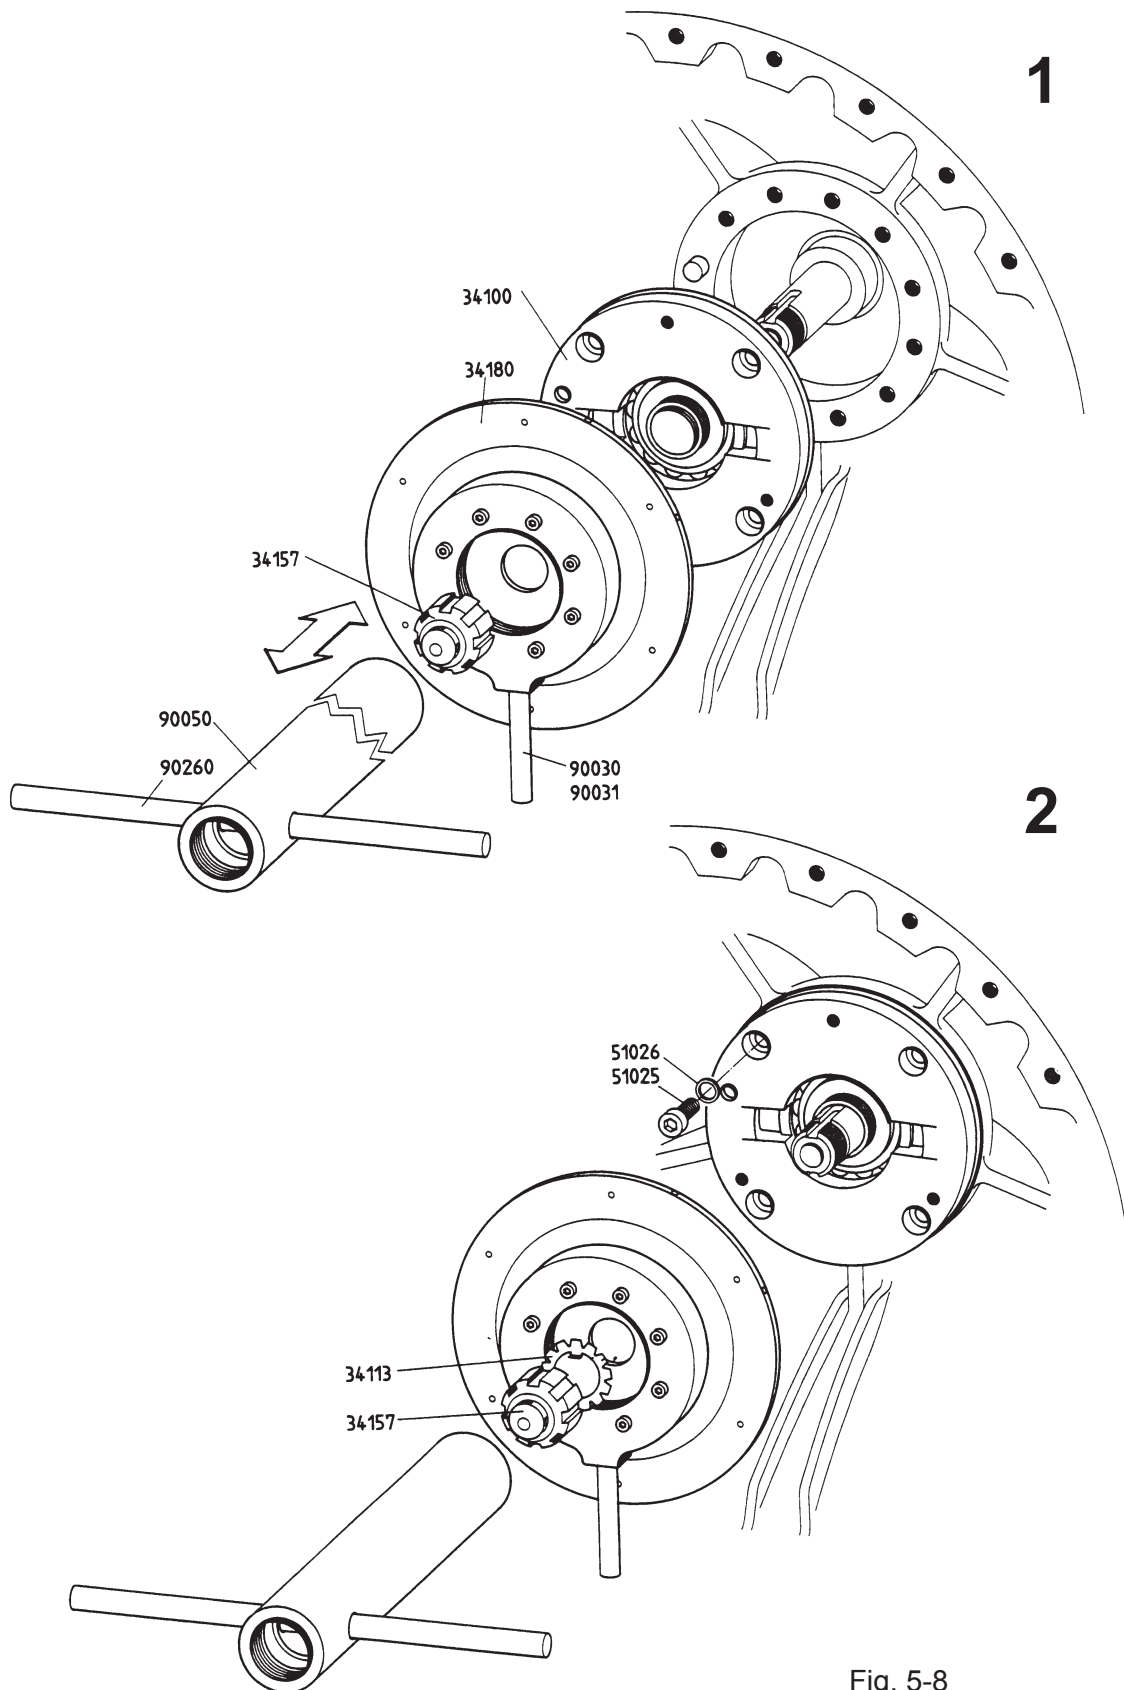

Fig. 5-8
- Lager (34100) - soweit wie möglich - von Hand einschieben (s. Fig. 5-8/1).
- Schmierrad (34180) und Festhaltevorrichtung (90030) mit Hutmutter (34157) montieren. (s. Fig. 5-8/1).